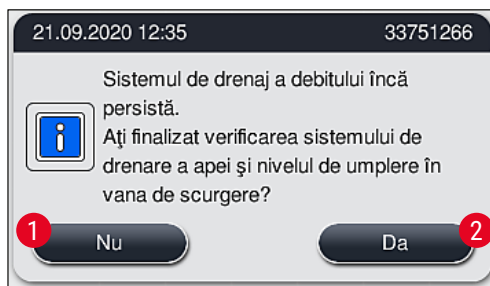

Fig. 126
- După 5 minute și după ce s-au efectuat alte încercări de curățare, dar blocajul persistă, un mesaj (→ "Fig. 126") de pe ecran anunța utilizatorul că nivelul apei este încă prea ridicat. Apăsând **Nu** (→ "Fig. 126-1"), utilizatorul poate prelungi timpul de așteptare cu încă 5 minute pentru a efectua alte încercări de curățare. Dacă încercările ulterioare de curățare din acest al doilea interval reușesc, situația este rezolvată așa cum este descris la punctul 1. Dacă este necesar un timp suplimentar pentru măsurile de curățare, apăsați din nou **Nu** (→ "Fig. 126-1"). Intervalul poate fi repetat de mai multe ori. Dacă blocajul nu a putut fi eliberat în ciuda tuturor încercărilor de curățare, apăsați **Da** (→ "Fig. 126-2") pentru a porni un proces de avort controlat, consultați următoarele secțiuni 3 și 4.